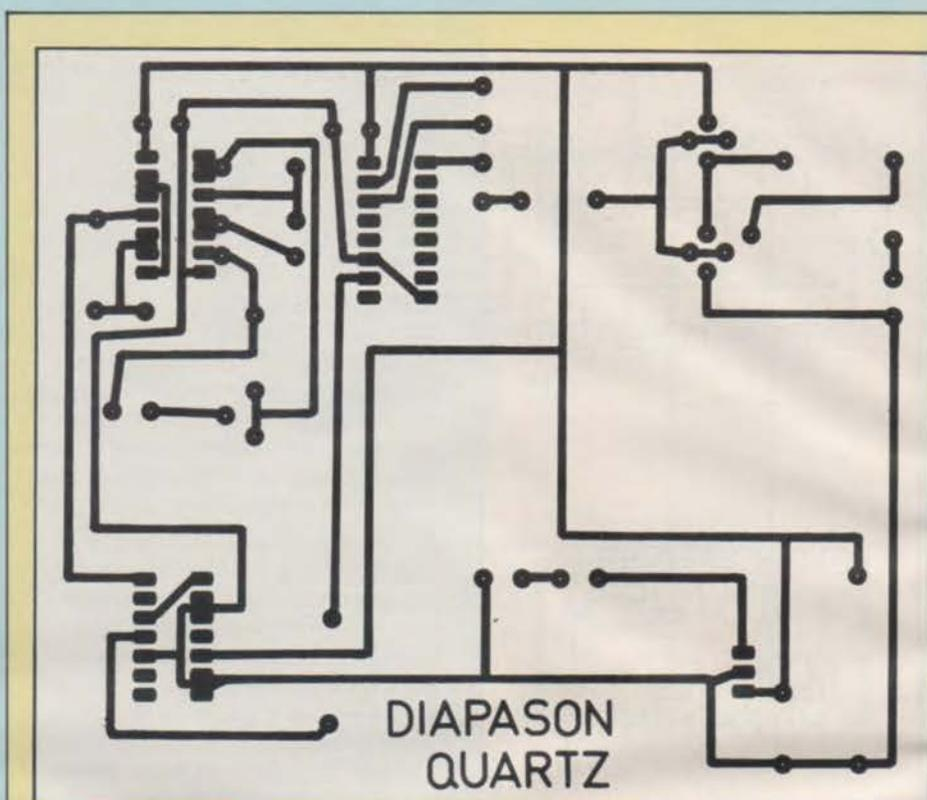
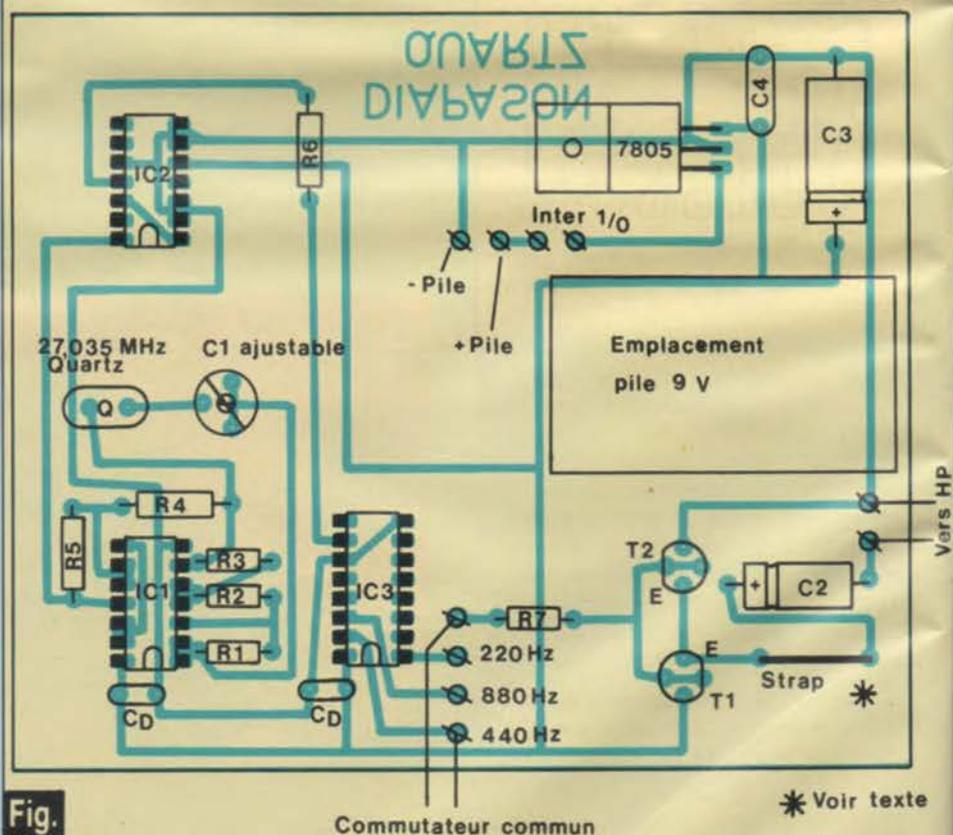

Fig. 5
Fig. 6
**a) Version 1 QUARTZ :** le dessin du circuit cuivré est donné en figure 5 à l'échelle 1 pour une bonne reproduction. La faible densité des pistes autorise d'utiliser des transferts Mecanorma ainsi que des bandes pour toutes les liaisons. Après gravure, rinçage et perçage, éventuellement même étamage, vous pourrez débiter la mise en place des composants selon les indications de la figure 6. Aucun composant fragile n'étant utilisé, il nous reste simplement à vous conseiller de bien veiller à l'orientation des composants polarisés. Les quelques liaisons vers les éléments extérieurs seront effectuées en fil souple de préférence. Nous vous laissons le choix du boîtier et son travail. Détail amusant, pour la fixation de la pile, il a été fait usage d'un morceau de « Velcro » simplement collé sur cette dernière et sur l'époxy. Le seul strap du circuit a été prévu afin de vous permettre de limiter le volume délivré par le haut-parleur en insérant à sa place une résistance de très faible valeur (de 4 à 10  $\Omega$  environ).